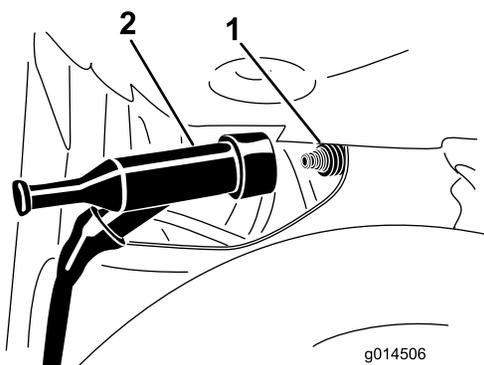

Figure 28
3. Débranchez le fil de la borne de la bougie (Figure 28).
4. Branchez le fil de la bougie en le poussant sur la borne de la bougie (Figure 28).